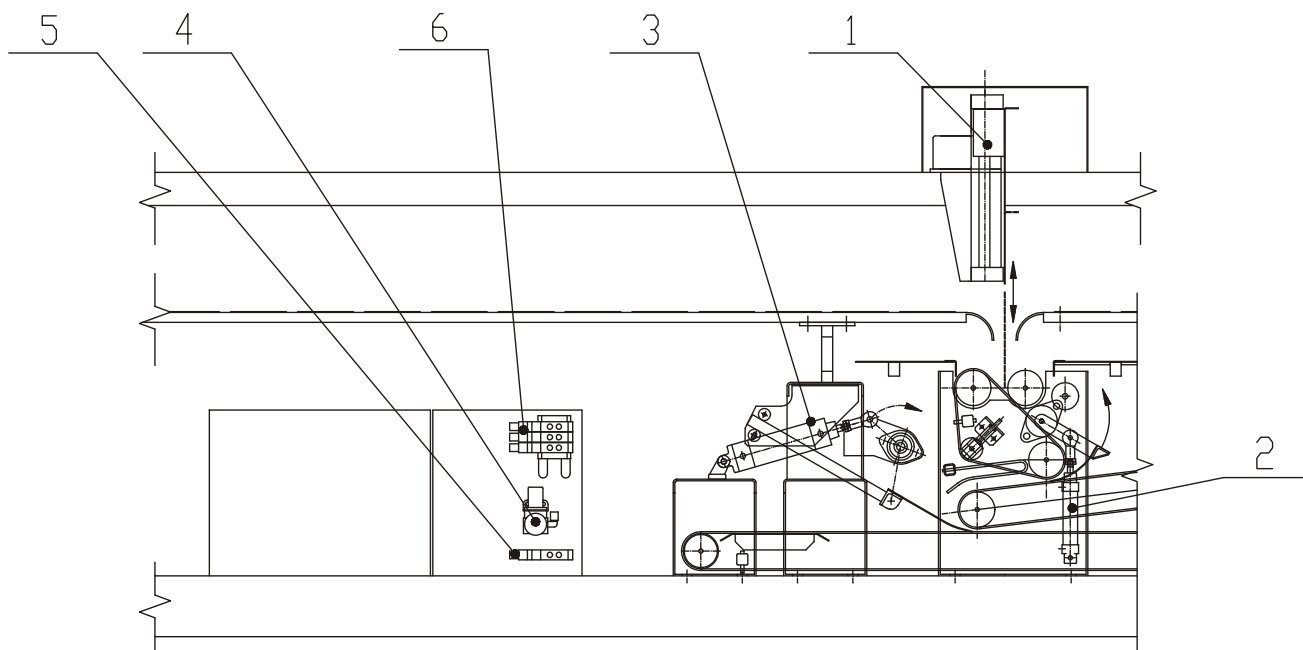

Fig. 5.3.8.A Elementi pneumatici
Il regolatore della pressione fig. 5.3.8.A pos. 4 è impostato a 3 bar. La velocità dell'alzata di rulli pneumatici (1, 2, 3) si regola tramite le valvole di riduzione nell'entrata e uscita di rulli. La smorzatura di finecorsa è stata impostata dal produttore. Il collegamento degli elementi pneumatici è eseguito tramite raccordi filettati e tubi PU diametro 8 e 6 mm. Il collegamento alla macchina ed al cumulatore è eseguito tramite i raccordi rapidi.